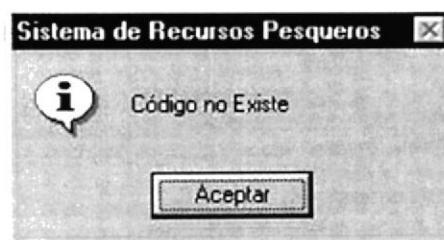

Figura 10.66 Pantalla de Código no existe
1. Ingrese el código de la ruta **Ruta:** [ ] que le va a asignar el o los trámites, de Enter y automáticamente se mostrará la descripción del trámite; si el código de la ruta no existe aparecerá el siguiente mensaje (ver figura 10.66).